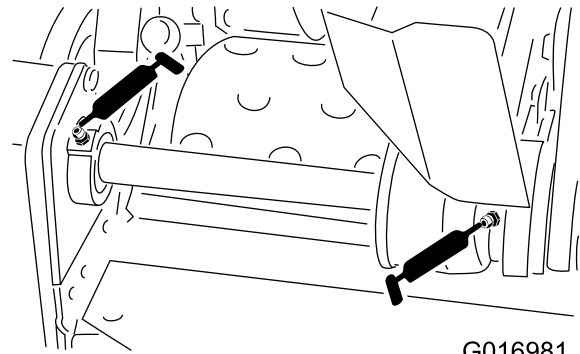

Bild 19
- 2 an den Spindelzwischenwellenlagern (Bild 19)